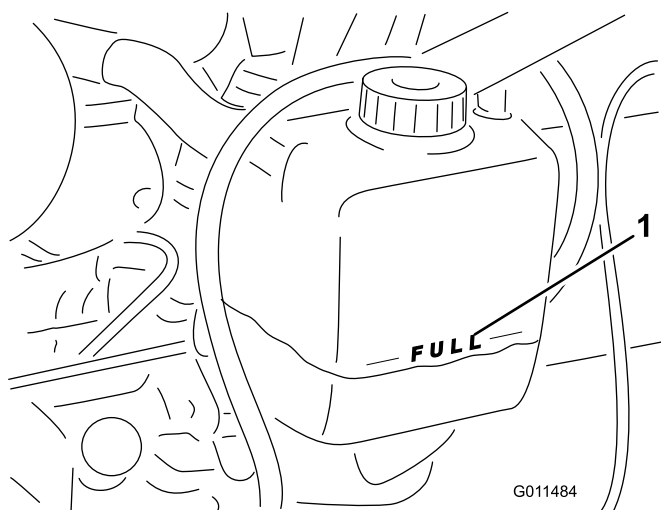

Figure 10
1. Retirez le bouchon du radiateur et le bouchon du vase d'expansion avec précaution (Figure 10).